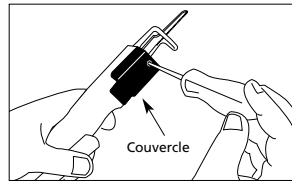

Figure 2
2. Utiliser un tournevis Phillips pour desserrer le vis du couvercle (Figure 2).